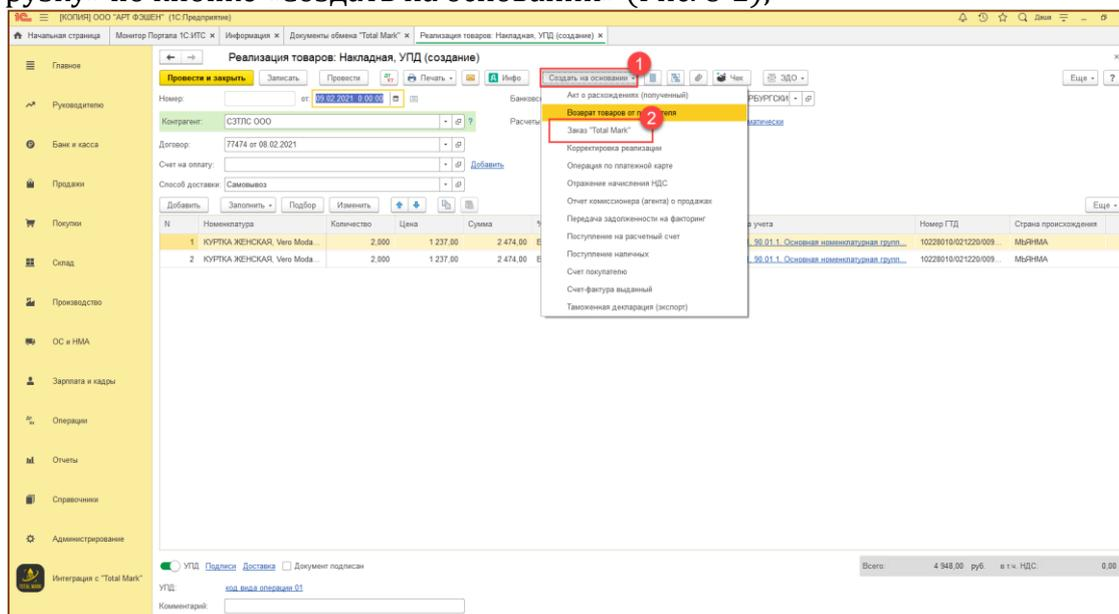

Рис. 8-2 - Создание Заказа на отгрузку в 1С: БП
- На основании документа продажи необходимо создать документ «Заказ на отгрузку» по кнопке «Создать на основании» (Рис. 8-2);